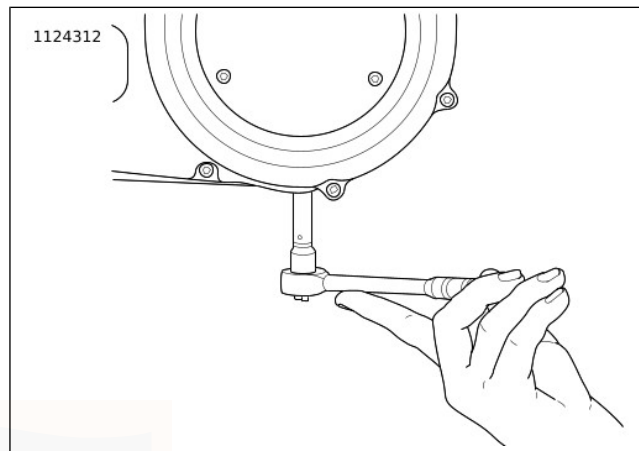

Abbildung 118. Ausbau/Einbau der Kettengehäuse-Ablassschraube
3. Siehe Abbildung 118. Das Primärkettengehäuse entleeren.